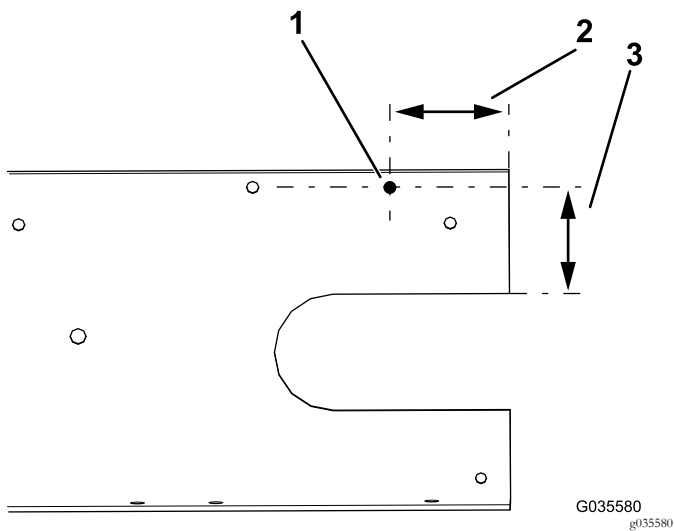

Figura 8
7. Faça um orifício no lado direito para o suporte de montagem ISO; consulte Figura 8 para identificar o local adequado do orifício.
Nota: Não perfure o item 1 em Figura 8 com um diâmetro demasiado grande, visto que o parafuso autorroscante não resultará.